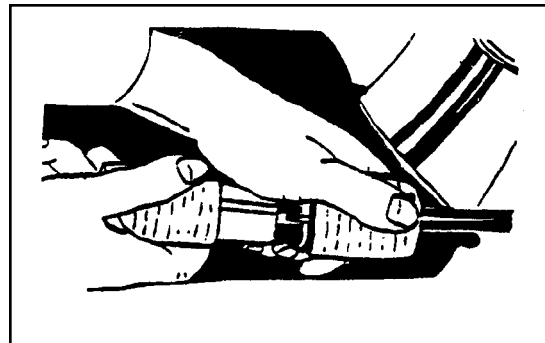

Рисунок 5
2. Проверьте, чтобы сетевой переключатель был установлен в положении «ВЫКЛ» ("OFF"). Для положения «Выкл.» ("OFF"), выключатель приводится в действие по направлению к оператору. Смотрите маркировки на переключателе. Подсоедините питающий кабель к электрическому кабелю двигателя. (Рис. 5)